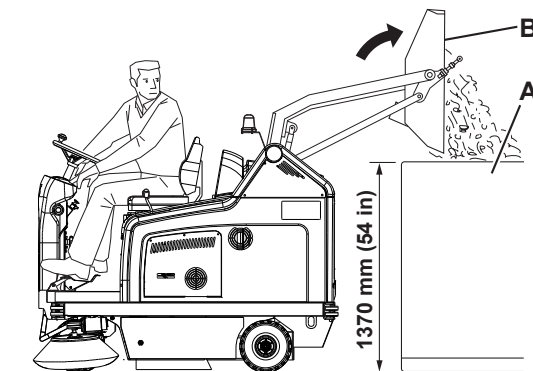

Abbildung 2
1. Die maximale Entleerhöhe des Abfallbehälters beträgt 1.370 mm (siehe Abb. 2).
- Schalter (66) betätigen und Ansauganlage ausschalten.
- Die obere Hälfte des Schalters (66) drücken und Filtrüttler betätigen.
5. Freigabeschalter (61) und gleichzeitig Schalter zum Kippen (68) des Abfallbehälters (B, Abb. 2) betätigen und alle Abfälle in den Abfallcontainer (A) entleeren.
Das Gerät ermöglicht das Kippen des Abfallbehälters (B, Abb. 2) erst ab einer Mindesthöhe von 270 mm.